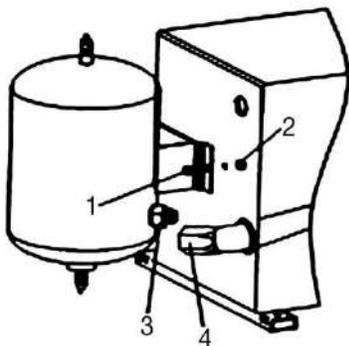

Figure 3
6. Installer le réservoir d'air à l'arrière de la machine (Fig.3) et la fixer avec l'écrou 1 (Fig.3) sur les goujons 2 (Fig.3). Fixer le tuyau 4 au connecteur 3 sur le réservoir d'air.